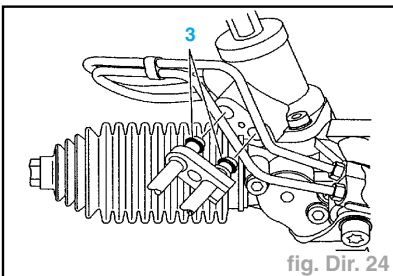

fig. Dir. 24
- Reposer les joints (3) neufs (fig. Dir. 24).